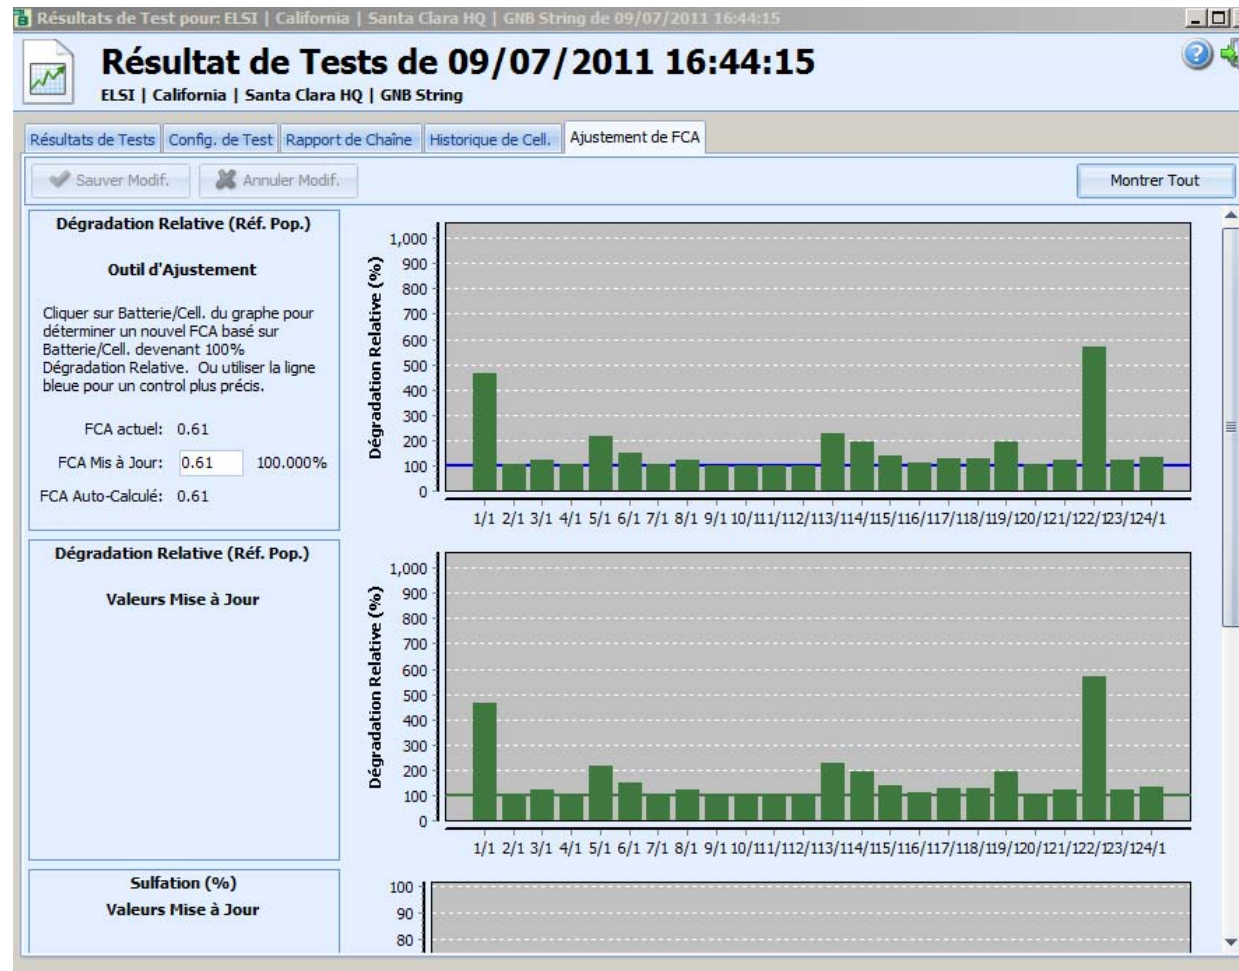

Figure 5.1a. Outils d'ajustement de FCA de IBMS™.
- (2) **Fonctions d'Ajustement de FCA et Référence de IBMS™** – IBMS™ peut être utilisé pour ajuster et modifier les valeurs de lignes de base ainsi que les alarmes. Ces fonctions sont importantes puisqu'elle permette à l'utilisateur de manuellement modifier les valeurs de lignes de base déterminées par l'Analyseur pour augmenter la précision des valeurs de référence et donc la détermination de l'état de santé des batteries. La **Figure 5.1a** présente l'écran d'Ajustement de FCA de IBMS™. Cette écran est seulement disponible en mode avancé pour les chaînes qui
Pour les batteries au plomb (AGM, Gel et Ouverte), la Dégradation Relative n'est utile que pour ajuster le FCA (**Figure 5.1a**) et n'est donc pas présentée comme un paramètre de test commun. Pour les autres technologies de batterie (telles que ion-Lithium, NiMH et autres), la Dégradation Relative peut être utilisée comme indicateur de l'évolution des propriétés chimiques des batteries, permettant ainsi à l'utilisateur d'identifier les batteries défectives dans la chaîne.